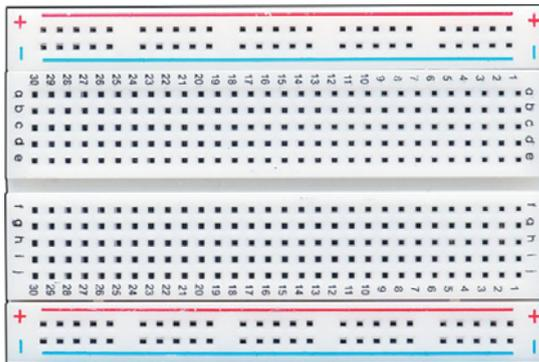

Рис. 2.13. Макетная плата для прототипирования без пайки
- 2) для прототипирования без пайки (рис. 2.13).